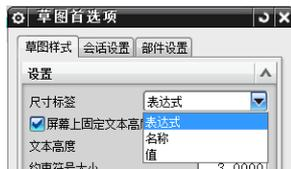

图 3-55 尺寸显示类型
(1) 尺寸标签：控制如何显示草图尺寸中的表达式，可以选择的选项有“表达式”“名称”和“值”。“表达式”为默认选项，同时显示尺寸名称和数值；“名称”选项只显示尺寸表达式的名称；“值”选项只显示尺寸数值，如图 3-55 所示。
(2) 文本高度：设置草图尺寸与文本的高度。